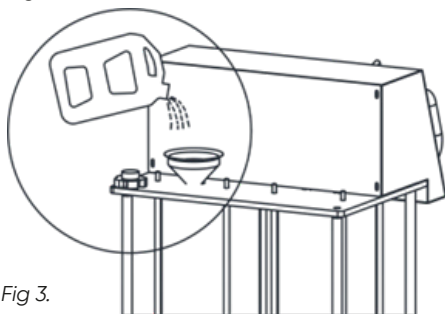

Fig 3.
2. Consultați manualul vehiculului pentru specificații și cantitatea de antigel. Deschideți capacul rezervorului nou de la partea din spate a unității, adăugați antigel în cantitate corespunzătoare (Max. 12 L) printr-o pâlnie și strângeți capacul rezervorului pentru a-l sigila (Fig. 3).